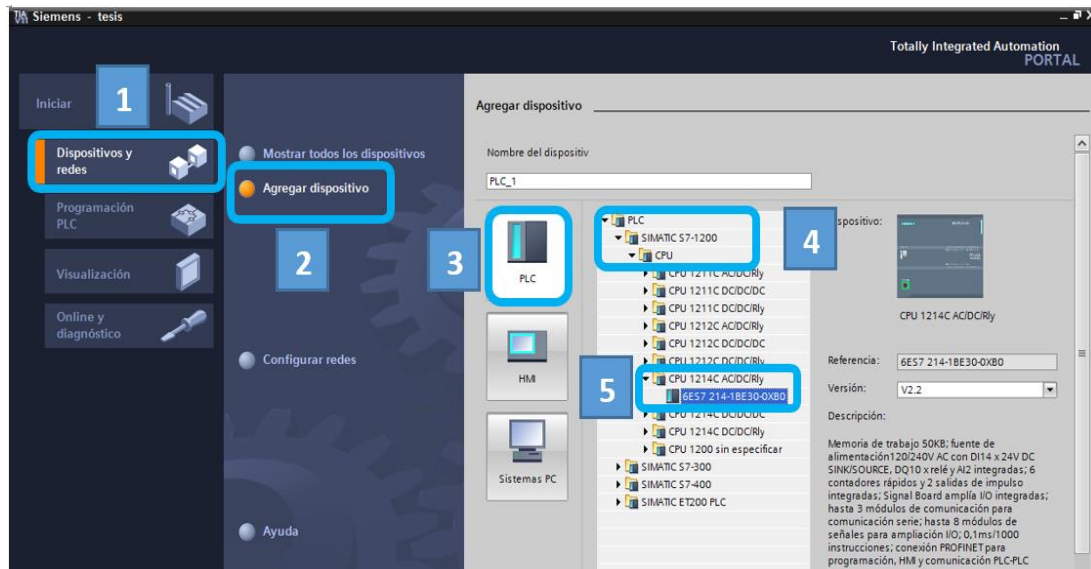

Figura 2.28: Selección del dispositivo.
4. Dirigirse a Dispositivos y redes, dar clic en la opción de Agregar dispositivos, después dar clic en PLC y se aparecerán todos los PLC's disponibles en el software TIA, se elige el PLC S7-1200 y la CPU 1214C AC/DC/Rlay, dar doble clic sobre la serie del PLC para elegirlo, como se indica en la figura 2.28.